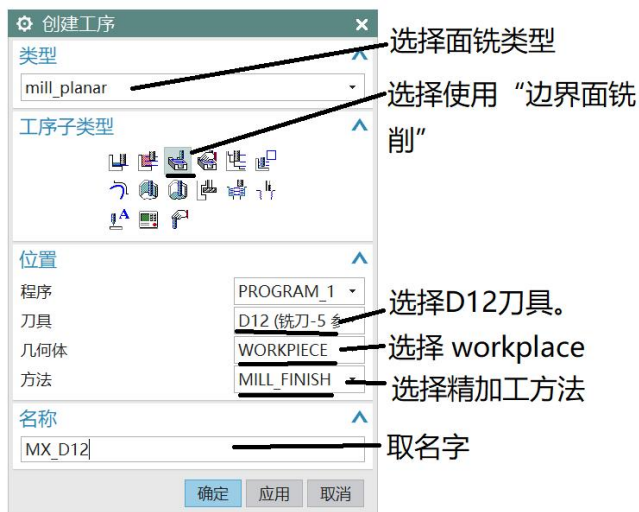

图 1-5 创建工序
2、面铣编程。在五轴编程中，当刀轴选择+Z 时，编程方法与三轴编程一样。创建工序如图 1-5 所示。